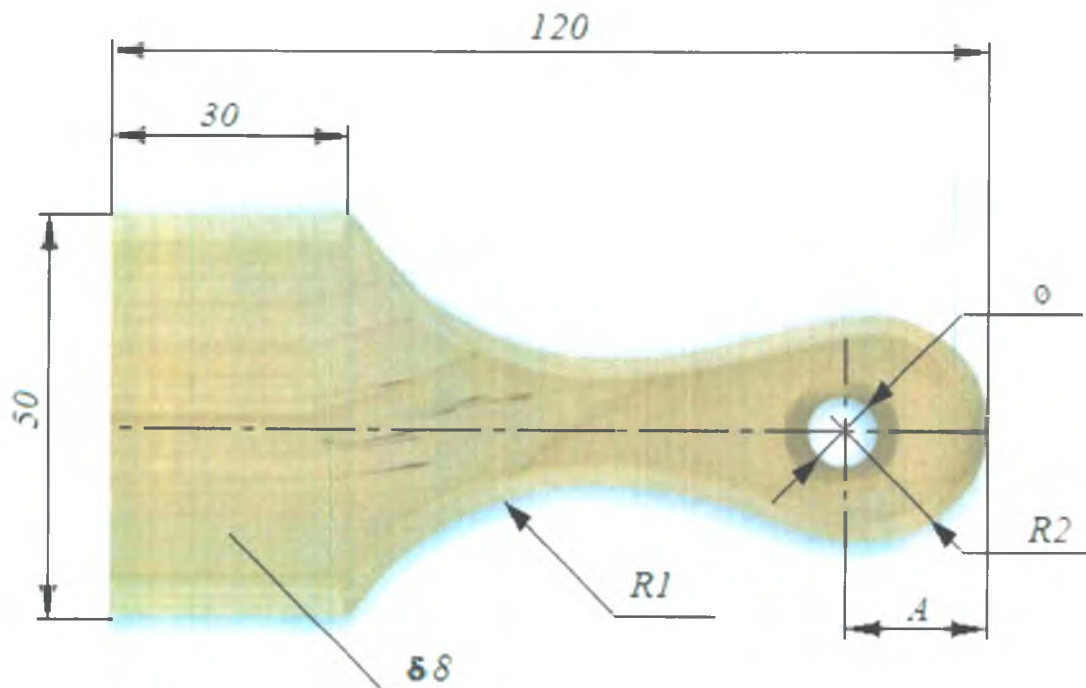

Рис. 1. Образец изделия
1. По предложенному образцу, *разработайте эскиз изделия - "малярная кисть"* (Рис.1). Эскиз оформляйте на формате А 4, с указанием рамки и основной надписи.